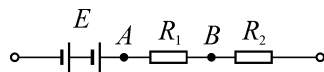

图 2-3-10
1. 如图 2-3-10 电路中, 两点电位 $V_A = 5 \text{ V}$, $V_B = 7 \text{ V}$, 则 U_{AB} 等于 ()